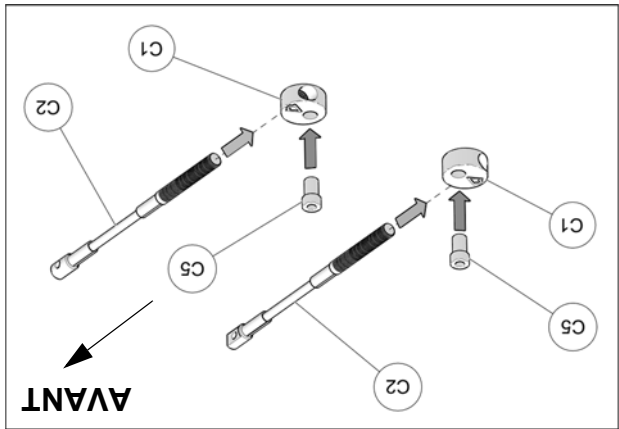

Fig. 22
12. Assembler les câbles des limiteurs de conduite (C2), les disques en aluminium (C1) et les bagues espacesurs (C5) tel que montré à la Fig. 22